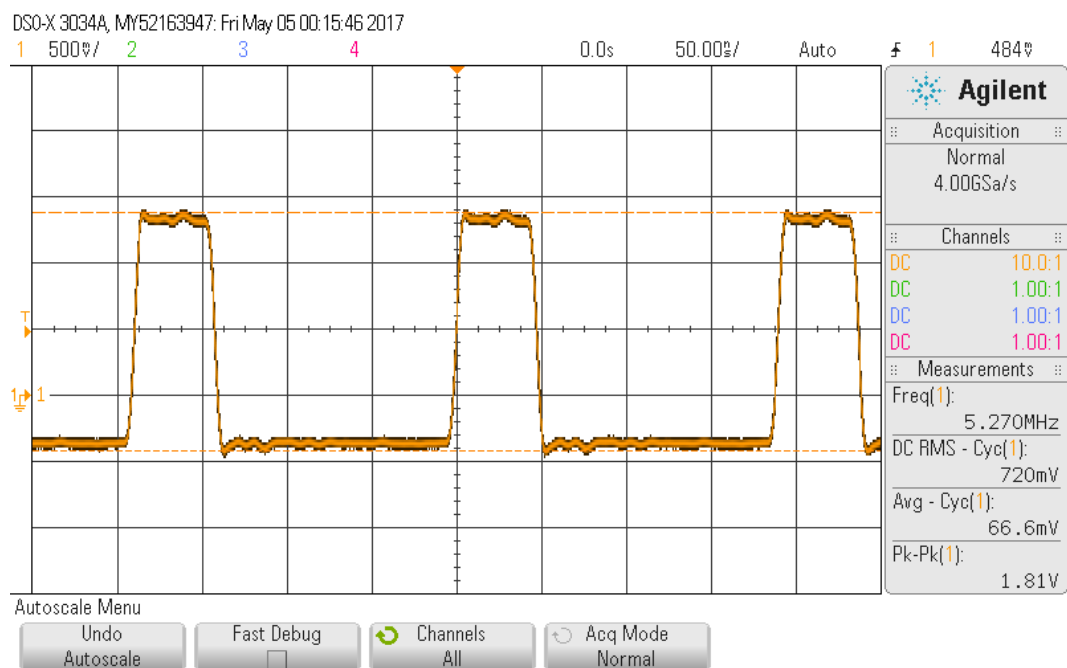

Figure 10: Oszilloskop Rechtecksignal bei  $50\Omega$
Die Spannungen und die Ströme werden für die Schaltung aus Abbildung 10 berechnet. Hierbei wird eine ideale Spannungsquelle mit Innenwiderstand  $0\Omega$  angenommen.
- Mittels Quick-Measure Funktion werden die nochmals die gleichen Messwerte am Oszilloskop gemessen. Aus Abbildung 10 werden die Messwerte 13 abgelesen.